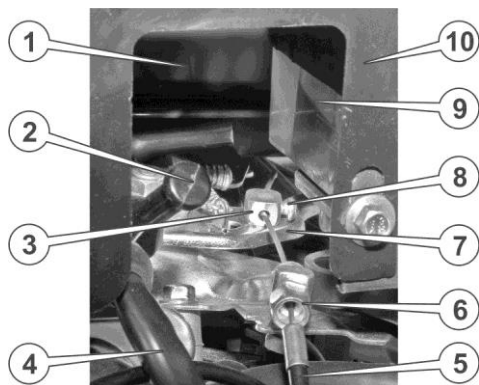

Рис. 4.4. Регулювальні елементи карбюратора
17. Вставити трос механізму регулювання подачі палива в отвір кронштейна даного механізму, закріпити кінець троса в кліпсі важеля регулювання подачі палива за допомогою гвинта (див. рис. 4.4.).
Під час заправки або доливання мастила встановіть мотоблок на рівну горизонтальну поверхню, по черзі відкрутіть пробки-щупи та проконтролюйте за їх допомогою рівні мастила в двигуні і коробці передач (див. рис. 4.4.), залийте в залівні горловини необхідну кількість мастила. Знову перевірте за допомогою пробок-щупів рівні мастила. У разі необхідності долийте мастила до норми.